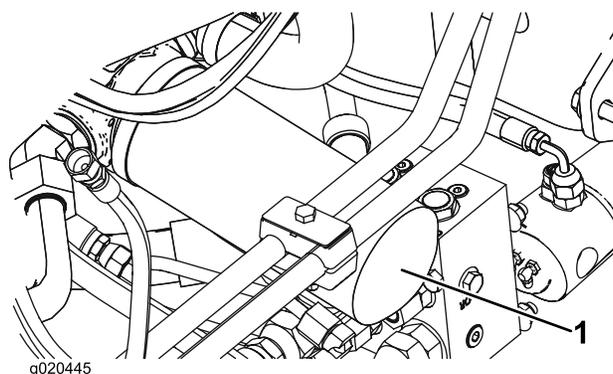

Figura 69
2. Pulite le superfici circostanti il filtro. Collocate una bacinella di spurgo sotto il filtro e togliete il filtro (Figura 69).